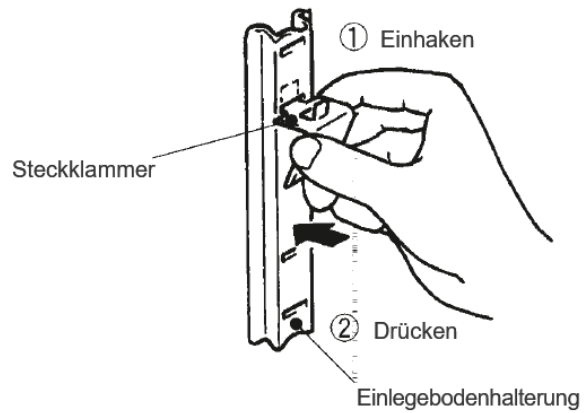

Abbildung 8. Steckklammer für Einlegeboden
6. Bringen Sie die vier Steckklammern für die Einlegeböden waagrecht an den Schienen für die Einlegeböden an. Setzen Sie den Einlegeboden auf die Steckklammern (siehe **Abbildung 8**).